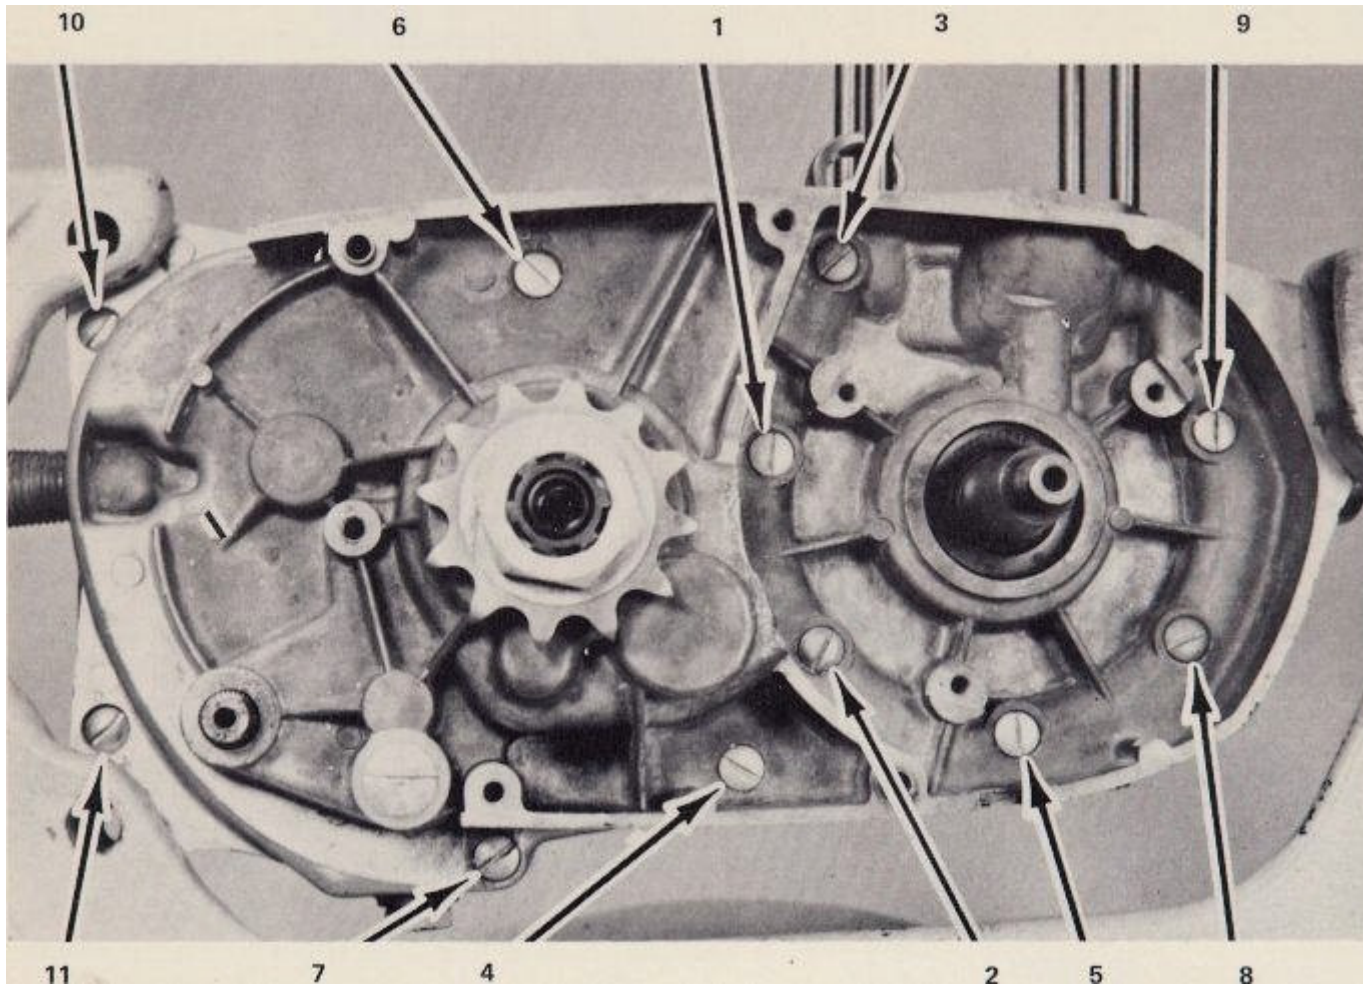

FIG. 13
1. En el lado derecho del motor, afloje el motor de 11 tornillos caso 1 / 4 vuelta cada uno. A continuación, retire los tornillos de partida a la mitad de los casos y de trabajo hacia los extremos (Fig. 13).